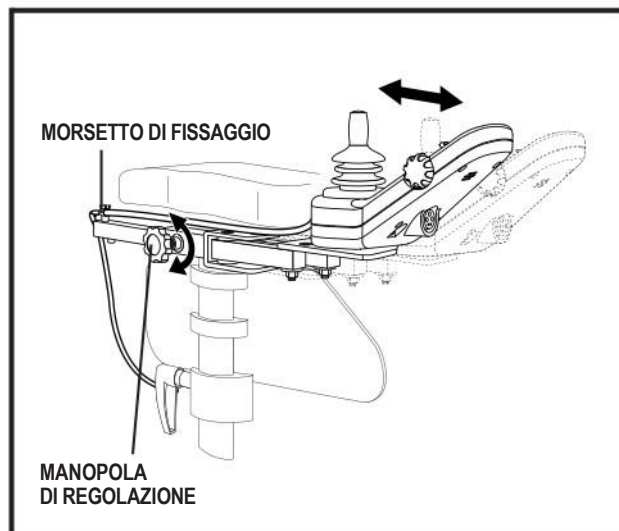

Figura 23. Posizionare la centralina
1. Allentare la manopola di regolazione sul bracciolo. Vedere figura 23.